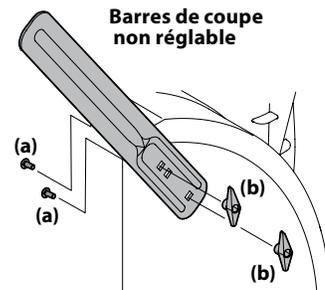

Figure 2-44
1. Retirez les boulons de carrosserie (a) et les écrous papillons (b) qui fixent chaque barre de coupe, puis retirez les barres de coupe des deux côtés du boîtier des tarières. Voir Figure 2-44.
2. Retournez les barres de coupe à la bonne position et placez-les sur le boîtier des tarières comme illustré sur la Figure 2-44.